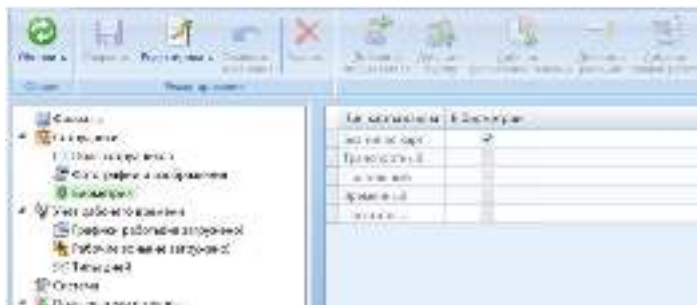

Рис. 13. Настройка распознавания без использования типов карт сотрудников
2. В разделе «Биометрия» через кнопку «Редактировать» поставьте флажок напротив «Без типов карт», если на вашем объекте нет разделения типов карт сотрудников, то выберите нужный тип ключа который будет использоваться для биометрии (рис. 13). Если вы используете один ключ для сотрудника (без типа карт), то в настройках биометрии выбирайте «Без типа карты». Если вы используете несколько ключей для сотрудника, например Карта и Мобильный идентификатор, то желательно основному ключу присваивать Тип, который и следует выбрать при настройках биометрии.
6. Если сотруднику не присвоен ключ, то нажмите кнопку «Сгенерировать». Проверьте, чтоб в поле «Тип карты» был указан ключ, который был выбран для использования биометрии (см. рис.13).